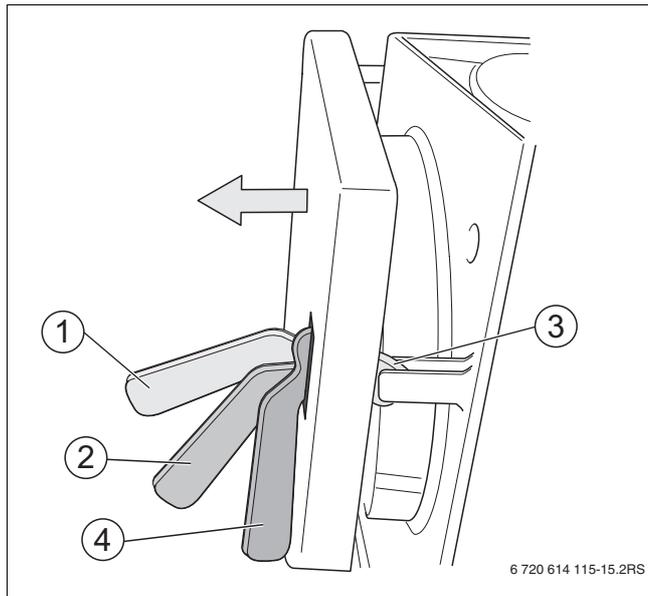

Fig. 8 Maniglia di sicurezza della porta
- ▶ Tirare la maniglia di sicurezza della porta verso l'alto in posizione d'arresto (→ fig. 8, [1]).
- ▶ Premere verso il basso per metà la maniglia di sicurezza della porta in posizione di apertura (→ fig. 8, [2]).
- ▶ Premere completamente verso il basso la maniglia di sicurezza della porta (la porta è chiusa → fig. 8, [4]).